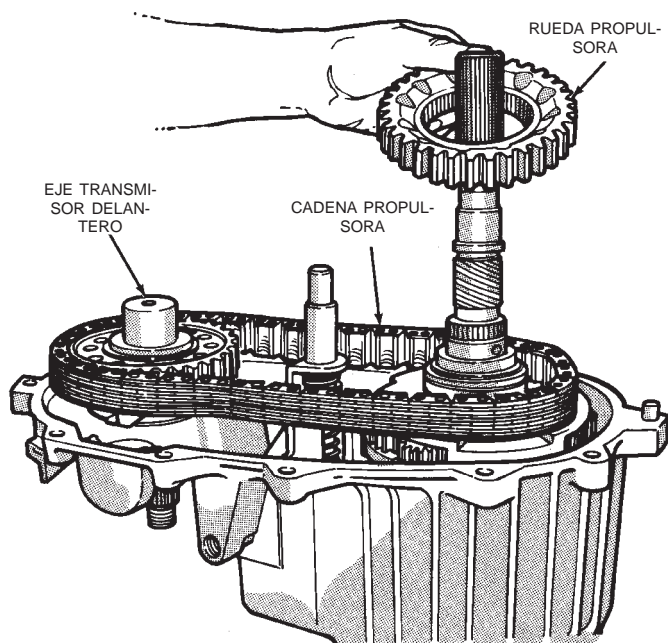

Fig. 83 Instalación de cadena y rueda propulsora
(1) Instale el eje transmisor delantero (Fig. 83).
(2) Instale la cadena propulsora (Fig. 83). Engrane la cadena con los dientes de la rueda del eje transmisor delantero.
(3) Instale la rueda propulsora (Fig. 83). Engrane los dientes de la rueda propulsora con la cadena. Engrane después las estrías de la rueda propulsora con las estrías del eje principal.